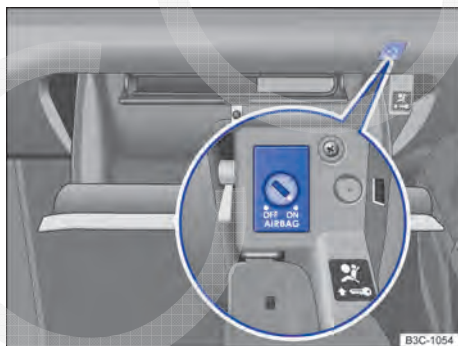

Fig. 82 No porta-objetos: interruptor acionado pela chave para desligar e ligar o airbag frontal do passageiro.
- Colocar a chave de emergência no interruptor acionado pela chave no porta-objetos ⇒ Fig. 82 até a segunda resistência. Então, a chave de emergência é inserida em aproximadamente 3/4 no interruptor acionado pela chave ⇒ Ⓛ.
- Colocar a chave de emergência no interruptor acionado pela chave no porta-objetos ⇒ Fig. 82 até a segunda resistência. Então, a chave de emergência é inserida em aproximadamente 3/4 no interruptor acionado pela chave ⇒ .